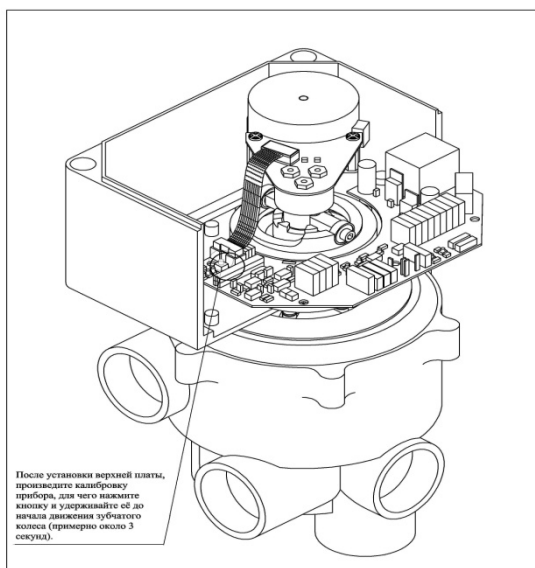

Рис. 6
1.4.5. Надеть плату энкодера (см рис.1.2, поз.6) на вал (см рис.1.2, поз.1) и прикрутить двумя винтами М3х5 из комплекта прибора (см. рис. 6). Подключите интерфейсный кабель (см. схему 1.3), вставьте разъём на шлейфе от верхней платы в соответствующий разъём на нижней плате, прикрутите верхнюю плату к соответствующим опорным стойкам.
Правильно собранный узел выглядит следующим образом (рис. 6, 1):